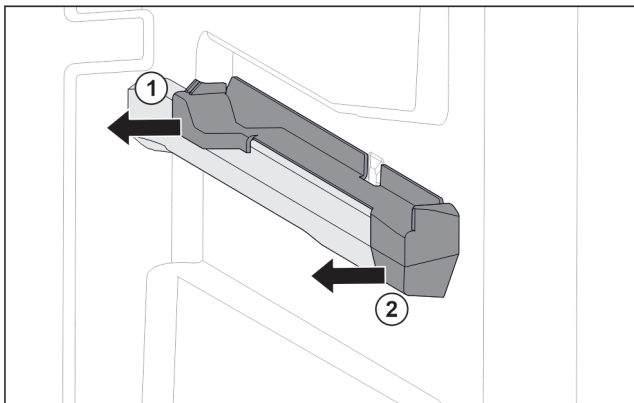

Fig. 71 Natični dio na desnom žlijebu spremnika
- ▶ Skinite natični dio straga u stranu. Fig. 71 (1)
- ▶ Skinite natični dio sprijeda u stranu. Fig. 71 (2)